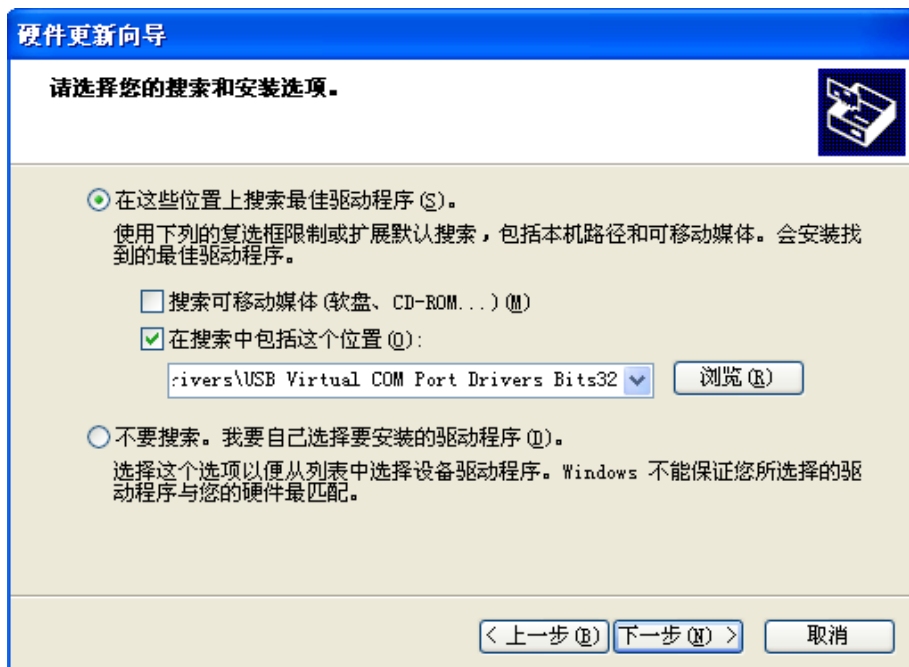

图 2-17
- ◆ 接下来，Windows XP 会再次发现新的硬件设备可用，并弹出“找到新的硬件向导”（如图 2-17）。此时安装 USB Serial Port 驱动。